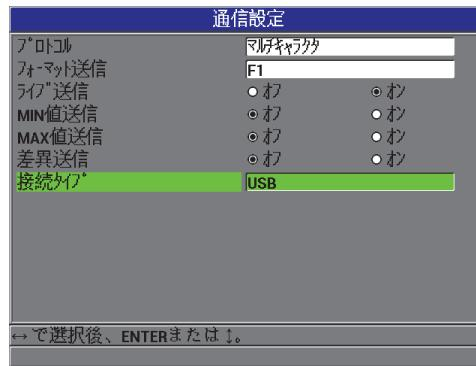

図 8-1 通信設定画面 – USB
5. 通信設定画面で、接続タイプを USB に設定します（134 ページ図 8-1 参照）。